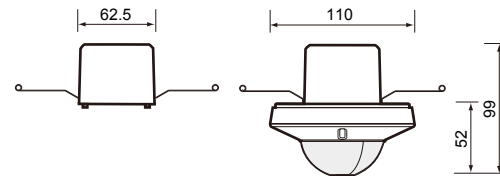

FIG.1-B
- Detector con accesorio de montaje en superficie (Compra opcional) (Ver FIG. 1-C)